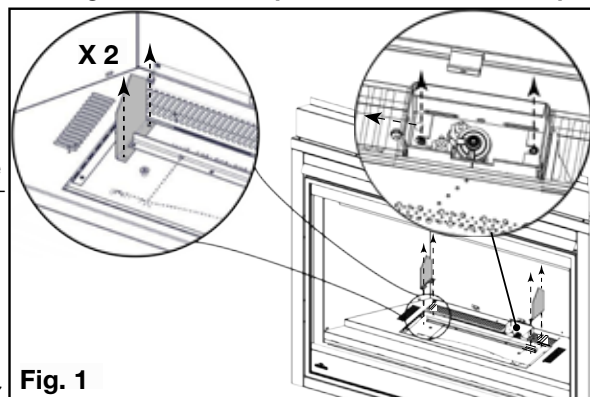

Fig. 1
- ☐ 2. Enlevez les vis servant à fixer chaque couverture d'air à l'assemblage du brûleur (**Fig. 1**). Misez-le du côté.
- ☐ 3. Enlevez 3 vis et le bouclier de veilleuse (**Fig. 1**). Misez-le du côté.